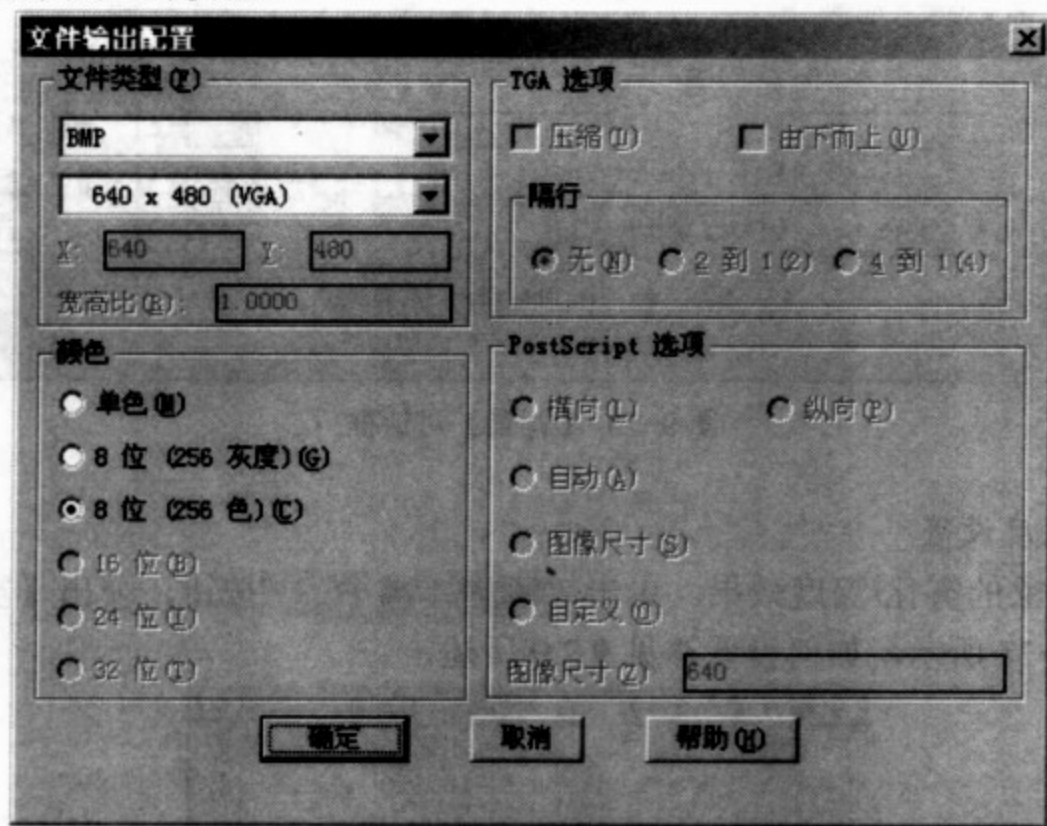

图 9-18 【文件输出配置】对话框
(1) 视口。在当前视口中显示渲染图像。
(2) 渲染窗口。在 Windows 窗口中渲染对象，详见 9.2.3 所述。
(3) 文件。将渲染图像直接输入到文件中，选择“文件”，其他选项按钮被激活，单击该按钮，弹出【文件输出配置】对话框，如图 9-18 所示，用户可以由对话框确定文件输出的类型，并进行相应的设置。